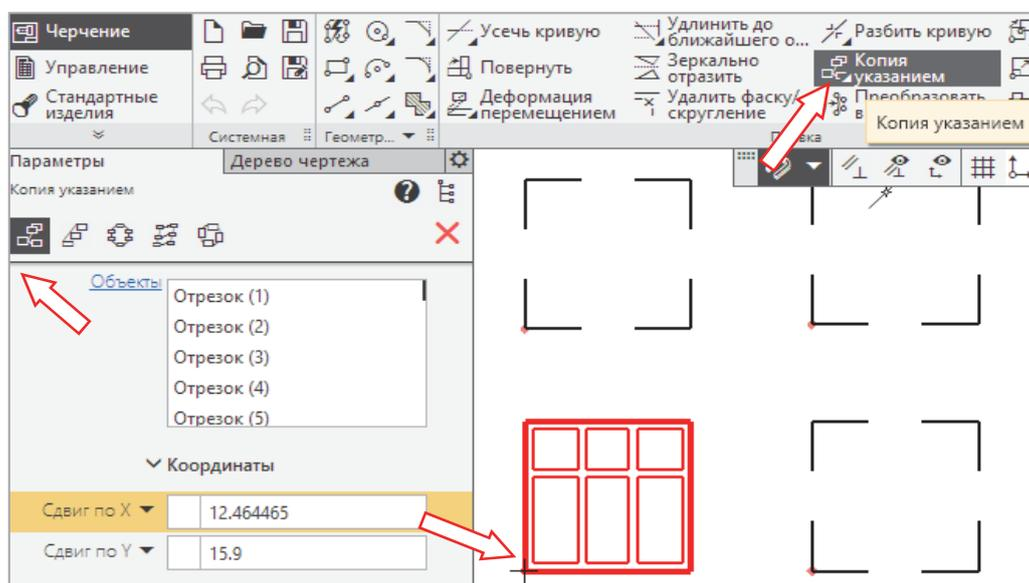

Рис. 2.1-2
3. Выбрать на ленте инструментов команду **Черчение** → **Правка** → **Копия указанием**  (рис. 2.1-2).
Замечание! Команды раздела **Правка** на ленте инструментов находятся в сжатом виде. Чтобы раскрыть этот раздел и привести к виду, показанному на рис. 2.1-2, нужно подвести курсор к правой границе этого раздела и, нажав левую клавишу мыши, растянуть его вправо. Расположение иконок внутри раздела **Правка** на разных компьютерах может отличаться от приведенных на рисунках ниже.
По умолчанию на **Панели параметров** будет включена команда **Копия указанием**  (стрелка слева на рис. 2.1-2).
4. В нижней строке **Панели параметров** появится сообщение: *Укажите базовую точку выделенных объектов.* В ответ нужно подвести курсор к одному из углов окна, например к нижнему левому, и указать его мышью (стрелка вниз на рис. 2.1-2). Это будет базовая точка объекта.